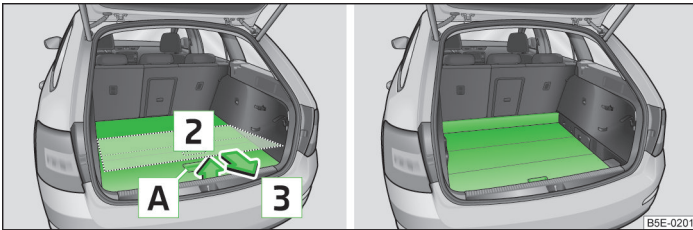

Abb. 98 Variablen Ladeboden in untere Position einstellen / variabler Ladeboden in unterer Position
- Den hinteren Teil des variablen Ladebodens am Griff **A** » Abb. 98 fassen.